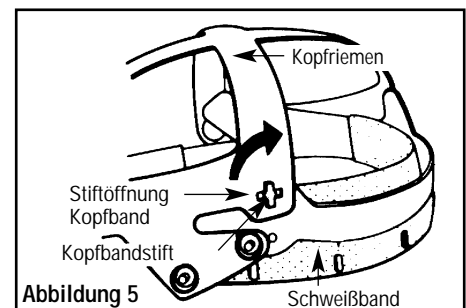

Abbildung 5
1. Drehen Sie den Kopfriemen um 90°, bis der Stift aus der Stiftöffnung heraustritt (siehe Abb. 5).